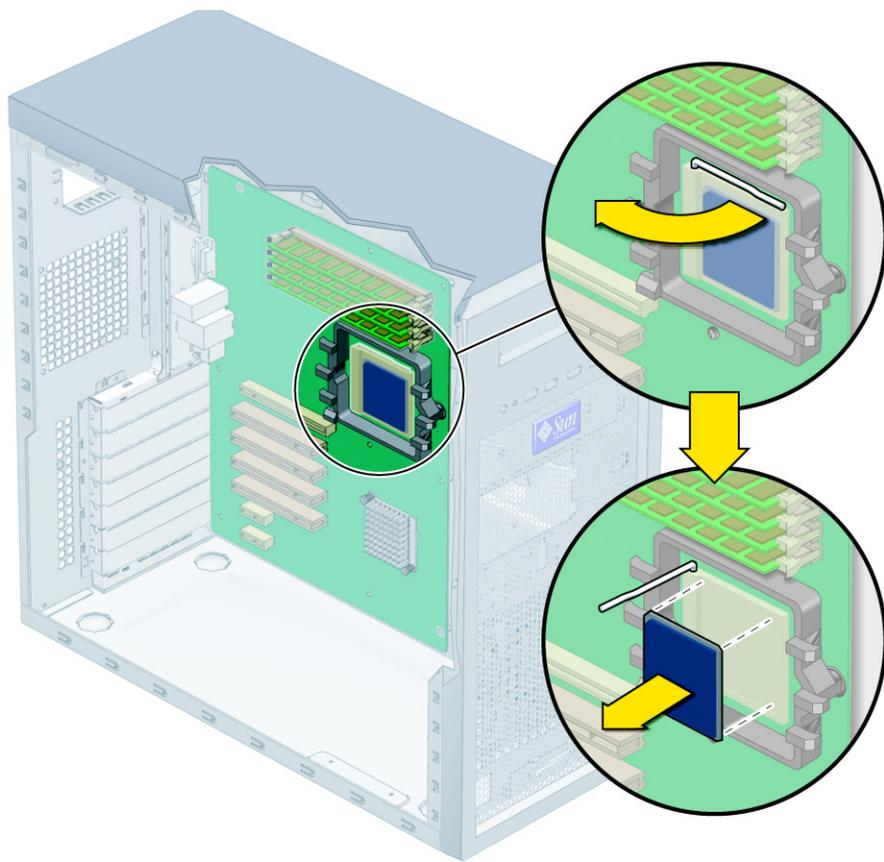

РИС. 4-37 Отсоединение процессора от рабочей станции
10. Нажмите, затем переведите фиксирующий рычаг разъема процессора в полностью открытое вертикальное положение (см. РИС. 4-37).